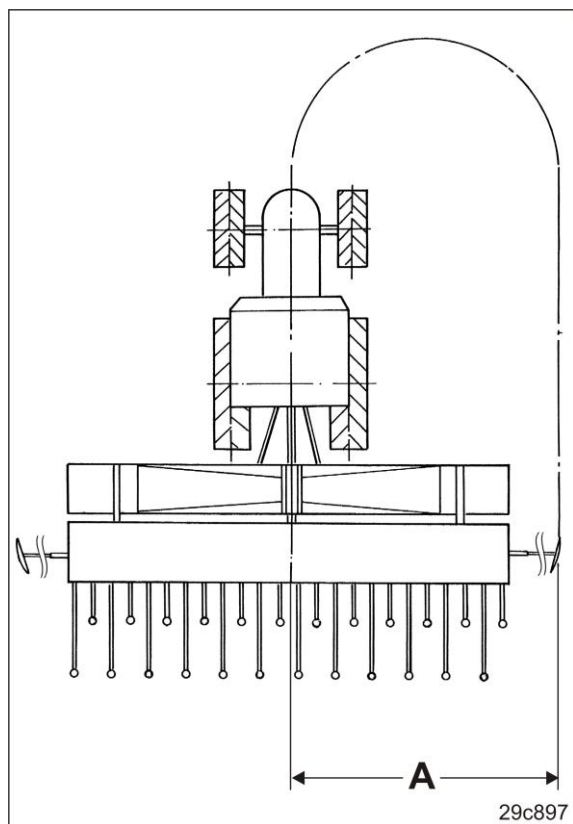

Fig. 136
3. Indstil spormarkørlængden til længde "A" [se tabellen (Fig. 136)] via forskydning.